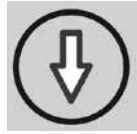

Abbildung 9
- Der Stuhlbereich wird nach unten bewegt, indem der Bedienungsknopf mit dem nach unten weisenden Pfeil gedrückt wird. Das Sitzgestell des Elexo XXL Stuhls wird sich dann gleichmäßig senken (Siehe Abbildung 9).